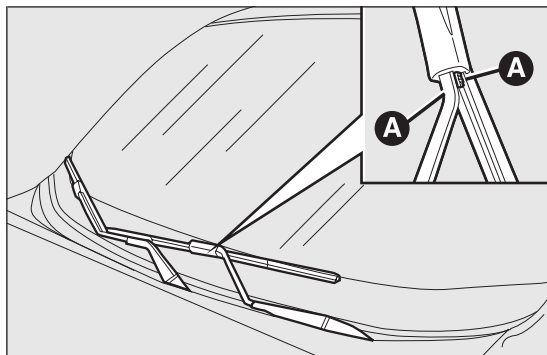

fig. 188
- ☐ premere sulle linguette A fig. 188 ed estrarre dal braccio la spazzola;